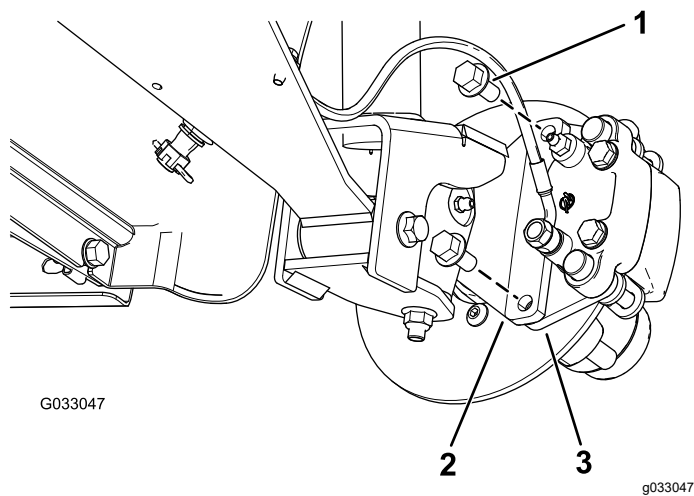
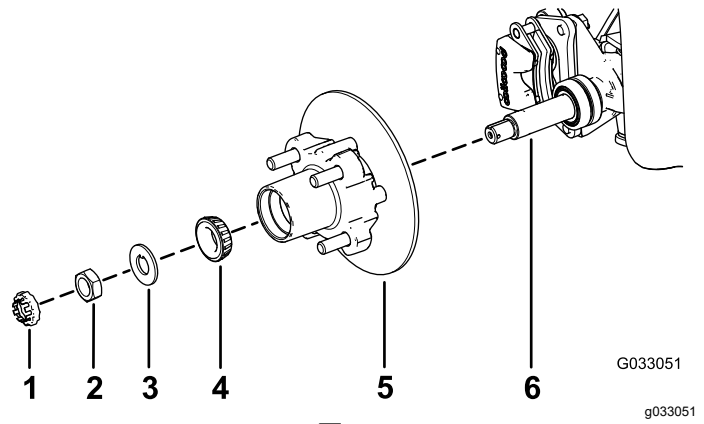

図 29
図 33
3. ブレーキアセンブリ用のブラケットをスピンドルに固定しているフランジヘッドボルト $\frac{3}{8}$ " x $\frac{3}{4}$ "を外してスピンドルからブレーキを取り外す 図 29。
1. スピンドルに所定のグリスを薄く塗る 図 33。
2. ハブとロータをスピンドルに取り付ける。ロータを内側にすること 図 33。
3. スピンドルに外側ベアリングを取り付けてレースにはめる 図 33。
4. スピンドルにタブワッシャを取り付ける 図 33。
5. スピンドルにスピンドルナットを取り付け、ハブを回してベアリングを着座させながらナットを 15 N·m 1.52 kg·m = 11 ft·lb に締めつける 図 33。
- ブレーキパッドをロータのそれぞれの側に合わせ 図 29、キャリブラケットの穴と、スピンドルフレームのブレーキ取り付け部の穴を整列させる 図 33。
- キャリブラケットをスピンドルフレームに固定する 図 29 フランジヘッドボルト $\frac{3}{8}$ " x $\frac{3}{4}$ " 2本を使用する。